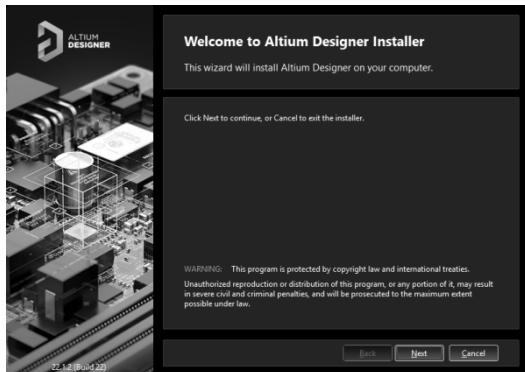

图 2-1 Altium Designer 22 安装向导对话框
(1) 下载 Altium Designer 22 的安装包，打开安装包目录，双击“AltiumDesigner22Setup”安装应用程序图标，安装程序启动，稍后出现如图 2-1 所示的 Altium Designer 22 安装向导对话框。